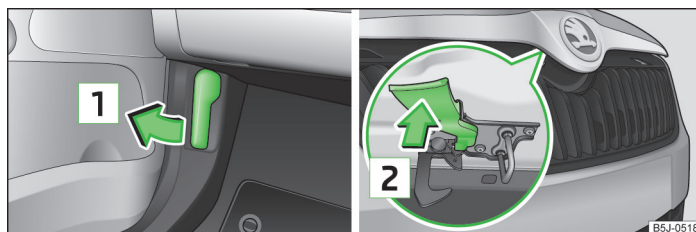

Fig. 123 Maneta de deblocare a capotei motorului / maneta de deblocare
- Trageți de maneta de deblocare de sub planșa de bord, în sensul săgeții **1** » fig. 123.
- Presați maneta de deblocare în sensul indicat de săgeata **2** » fig. 123, capota motorului se deblochează.
Nu deschideți niciodată capota motorului de maneta de deblocare » fig. 123.